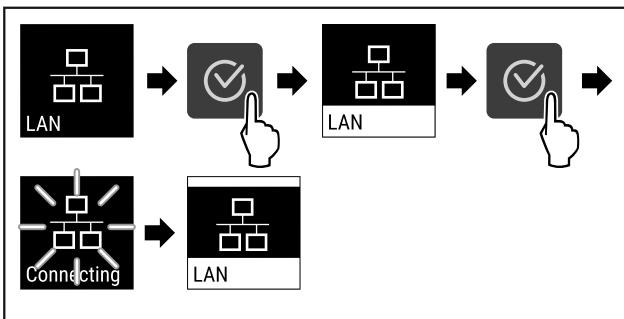

Fig. 91
- Εκτελέστε τα βήματα ενεργειών (βλέπε Fig. 91).